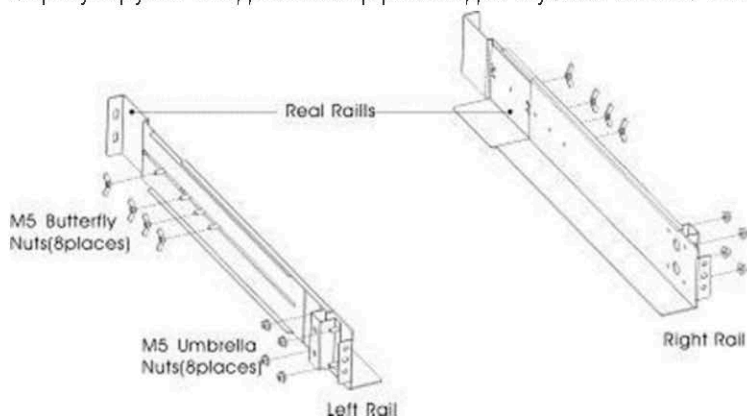

Рис. 1. Крепление направляющих
(1) Установить рельс
- а) Установите левую и правую направляющие на задние направляющие, как показано на рис.1. Не затягивайте винты. Отрегулируйте каждый Размер рельса для глубины вашего шкафа.
- c) затяните четыре барашковые гайки М5 сбоку от направляющей (см. рис. 1).